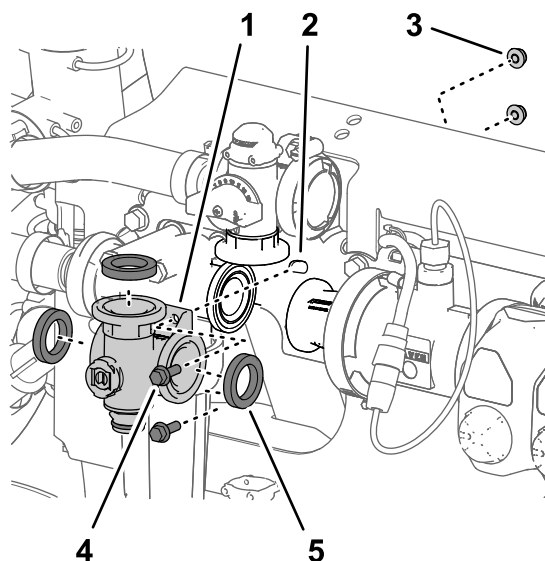
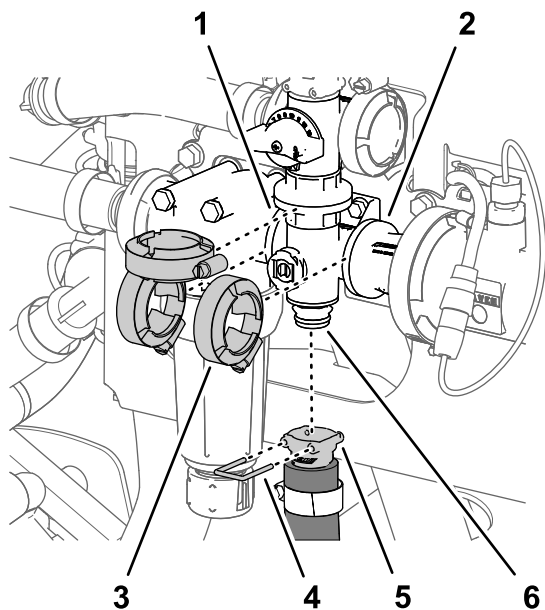

Рисунок 120
Рисунок 121
1. Совместите фланец коллектора клапана перемешивания и 3 прокладки с фланцами перепускного клапана перемешивания, головки фильтра линии нагнетания и переходного соединителя (Рисунок 120 и Рисунок 121).
перемешивания, головке фильтра линии нагнетания и переходному соединителю (Рисунок 121) с помощью 3 фланцевых хомутов, снятых при выполнении действий, описанных в разделе Демонтаж коллекторного клапана перемешивания (страница 91).
- Затяните 3 фланцевых хомута от руки (Рисунок 121).
- Установите быстроразъемный соединитель шланга перемешивания на быстроразъемный штуцер коллектора клапана перемешивания при помощи штифта быстроразъемного соединения (Рисунок 121).